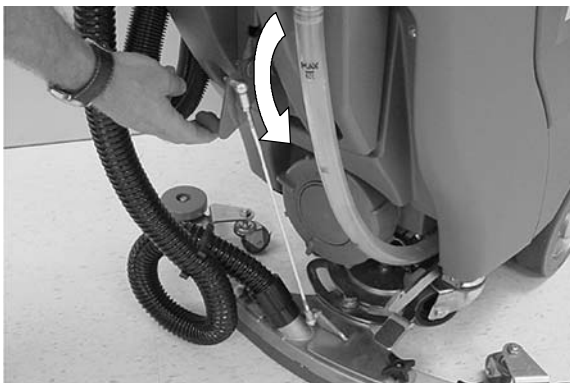

FIG. 18
3. Abaissez le racloir sur le sol en abaissant le levier de soulèvement du racloir (Figure 18). Le moteur d'extraction démarre automatiquement.